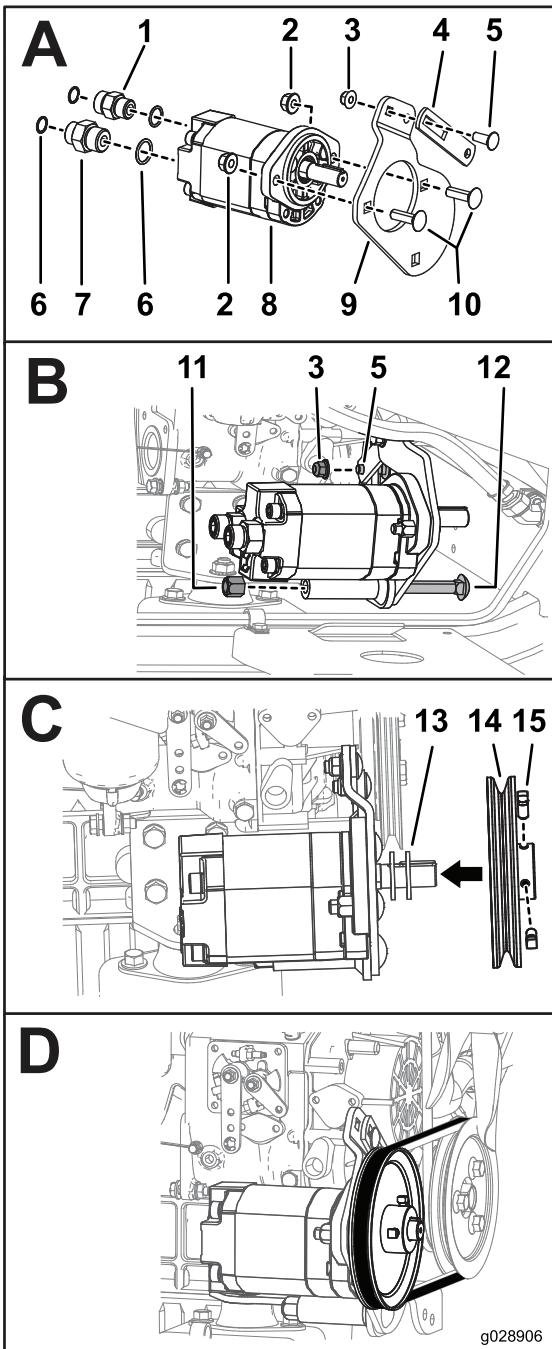

Figura 7
3. Montate il raccordo dell'adattatore (5/8 x 3/4 poll., maschio) e gli O-ring nel foro di destra sulla pompa a ingranaggi (Casella A della Figura 7).
4. Montate il raccordo dell'adattatore (5/8 x 5/8 poll., maschio) e gli O-ring nel foro di sinistra della pompa a ingranaggi (Casella A della Figura 7).
5. Montate, senza serrarlo, il braccio di tensione sulla piastra della pompa a ingranaggi con un bullone (3/8 poll.) e un dado flangiato (3/8 poll.) (Casella A della Figura 7).
6. Montate la piastra della pompa a ingranaggi sul gruppo della pompa a ingranaggi con 2 bulloni a testa tonda (7/16 poll.) e 2 dadi di bloccaggio (7/16 poll.) come illustrato nella Casella A della Figura 7.
8. Fissate, senza serrarlo, il gruppo della pompa a ingranaggi sulla staffa, utilizzando un bullone a testa tonda (1/2 poll.), un dado di bloccaggio (1/2 poll.), un bullone (3/8 poll.) e un dado flangiato (3/8 poll.) come mostrato nella Casella B della Figura 7.
9. Posizionate 2 rondelle sul gruppo della pompa a ingranaggi, montate la puleggia e fissatela con 2 viti di arresto (5/16 poll.) come illustrato nella Casella C della Figura 7.
10. Montate la cinghia sulle 2 pulegge, come illustrato nella Casella D della Figura 7.